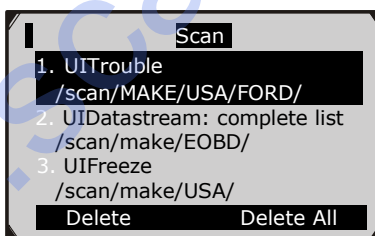

Рисунок 4.1
- 1) Используйте кнопки прокрутки **ВЛЕВО/ВПРАВО** для выбора пункта **Playback** на **главном экране** (рисунок 3.1) и нажмите **ОК**. Дождитесь появления экрана **Scan** (Сканирование). (Рисунок 4.1)